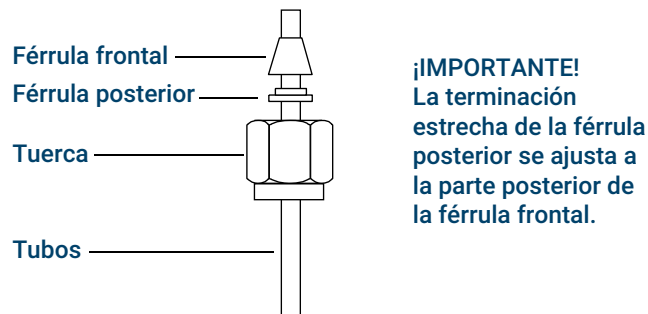

Figura 16. Tuercas Swagelok y férrulas
1. Coloque una tuerca Swagelok, una férrula posterior y una férrula frontal en la tubería tal como se muestra en la **Figura 16**.